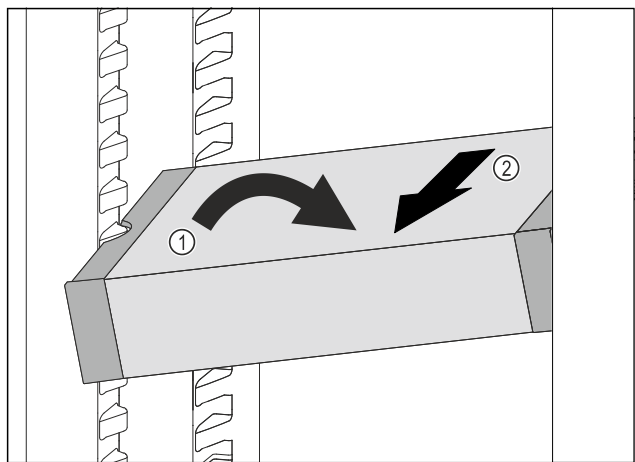

Fig. 112
- ▶ 在冷藏区中倾斜 VarioSafe。 Fig. 112 (1)
- ▶ 向前取出 VarioSafe。 Fig. 112 (2)